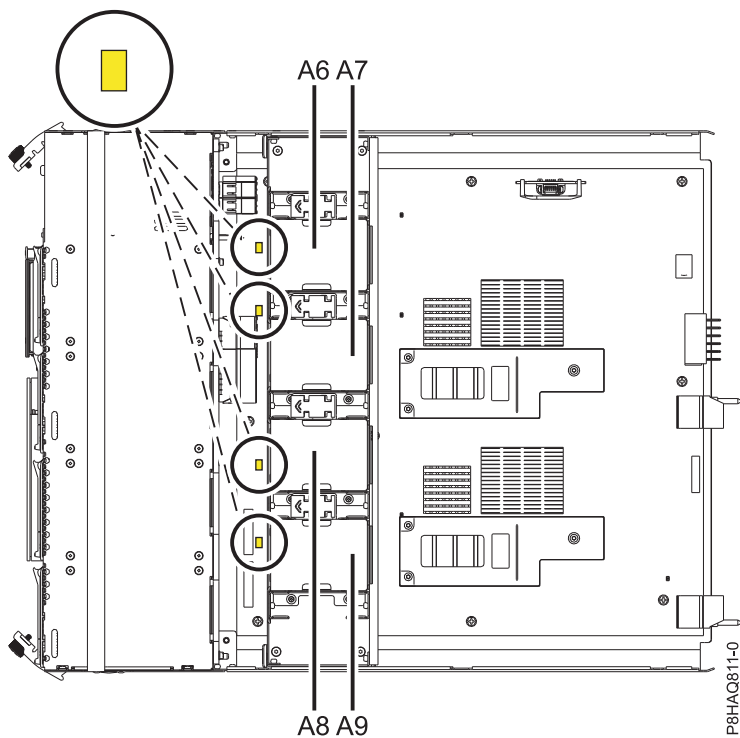

図 9. 内部ファンおよび識別 LED の位置
6. 12 ページの図 9で識別された内部ファンの位置を確認します。この内部ファンのいずれかで障害が発生した場合、4 つのファンをすべて単一の装置として取り替える必要があります。4 つの内部ファンは FRU キットで提供されます。